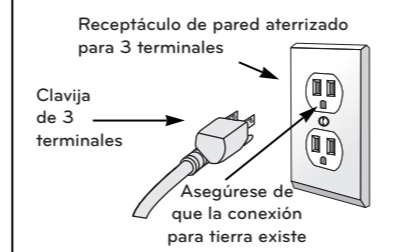

Figura 1 Toma corriente aterrizado (con 3 terminales)
Tome la charola y levántela un poco de su base (1), después de esto júlela en dirección hacia usted (2), vea la Figura 1.
1. Sujete la parrilla por la parte del frente (Figura 1).